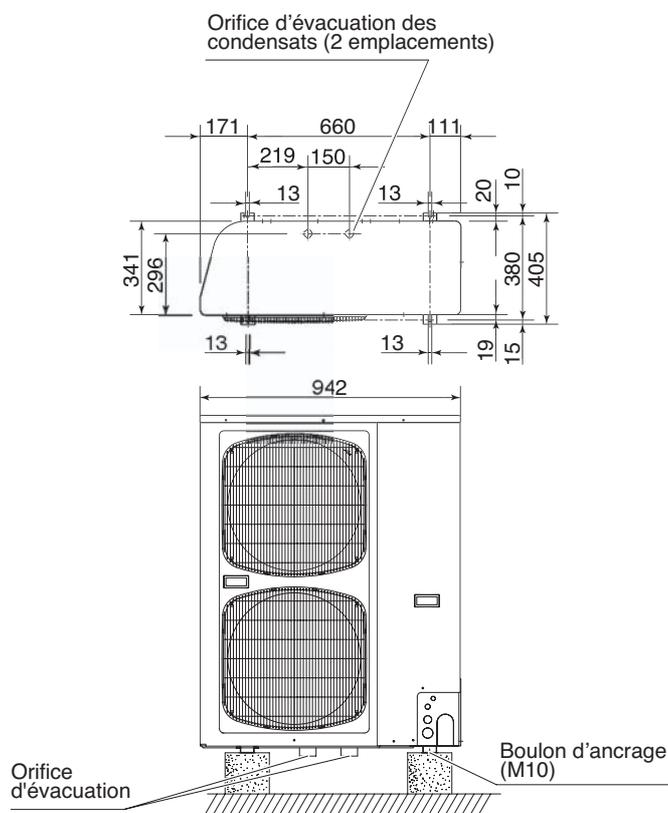

Fig. 4-1
- Reportez-vous à la figure 4-1 pour connaître les dimensions du boulon d'ancrage.